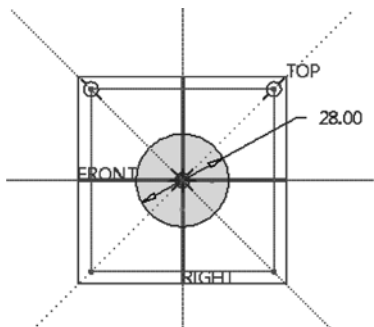
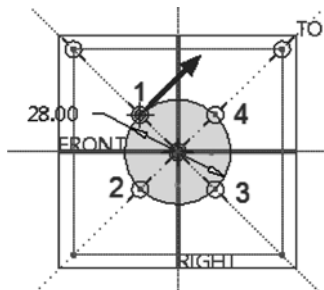

图 13-46 绘制圆和中心线
图 13-47 完成剖面 3
⑥ 在“截面”面板中单击“插入”按钮, 接着设置截面 3 的草绘平面位置定义方式为“偏移尺寸”, 截面 3 偏移自截面 2 的偏移距离为“20”, 单击“草绘”按钮。进入草绘模式后, 注意在功能区的“草绘”选项卡的“设置”面板中单击“草绘视图”按钮, 从而定向草绘平面使其与屏幕平行。
⑦ 绘制截面 3: 先绘制如图 13-46 所示的圆和两条倾斜的中心线; 接着单击“分割”按钮, 分别单击圆上的点 1、点 2、点 3 和点 4, 从而在这些选取点的位置处分割图元。注意设置起始点的方向, 结果如图 13-47 所示。完成绘制截面 3 后, 单击“确定”按钮.